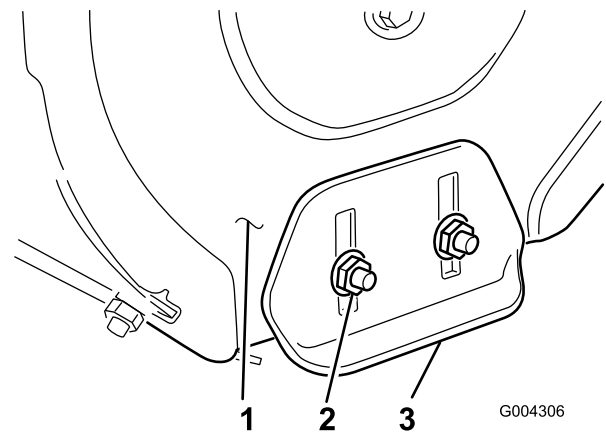

Figure 21
3. Desserrez les 4 écrous à embase qui fixent les deux patins aux côtés de la fraise (Figure 21) jusqu'à ce que les patins puissent coulisser aisément vers le haut et vers le bas.
8. Serrez les 4 écrous à embase qui fixent les patins aux côtés de la fraise (Figure 21).